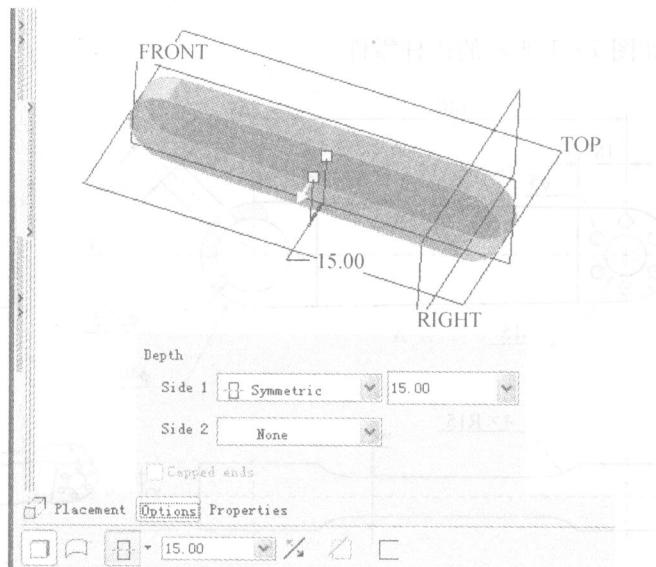

图 7-3
② 点击 \checkmark , 完成草绘 \rightarrow 【Options(选项)】 \rightarrow 修改深度方式为【Symmetric(对称)】 \rightarrow 修改深度为“15”, 如图 7-3 所示。